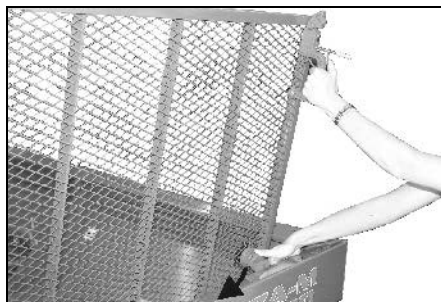

Fig. 18
- Tryck ner spärren för skyddsgallret innan skyddsgallret stängs (Fig. 18).